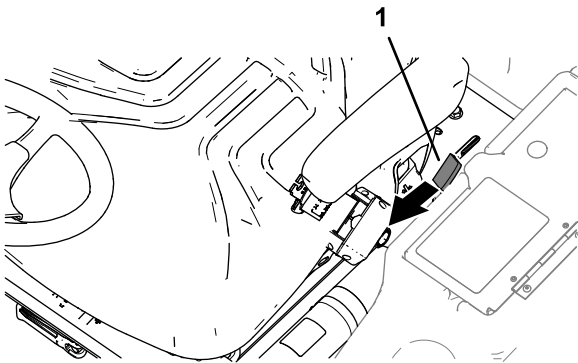

Bild 51
1. Bewegen Sie den Sperrriegelgriff der Plattform (Bild 51) zur Vorderseite der Maschine, bis die Sperrhaken die Sperrstange freigegeben.